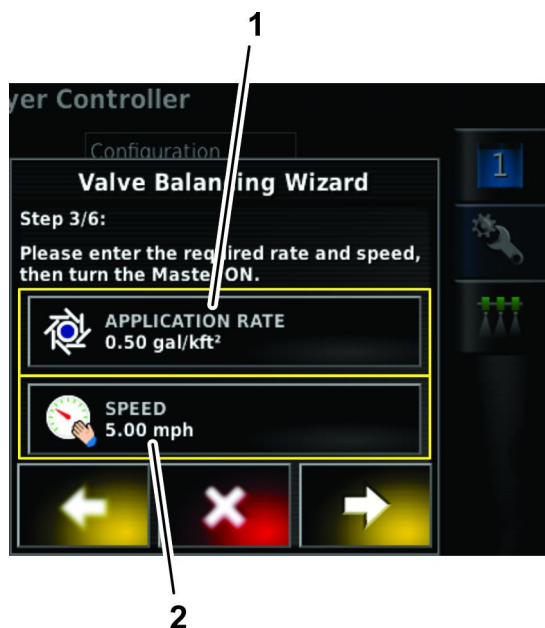

Figura 136
4. En el paso 3 del asistente de equilibrado de válvulas, si necesita establecer un caudal de aplicación diferente, pulse el icono Caudal de aplicación (Figura 136).
6. En el paso 3 del asistente de equilibrado de válvulas, si necesita modificar la velocidad de avance del fumigador, pulse el icono de velocidad (Figura 136).